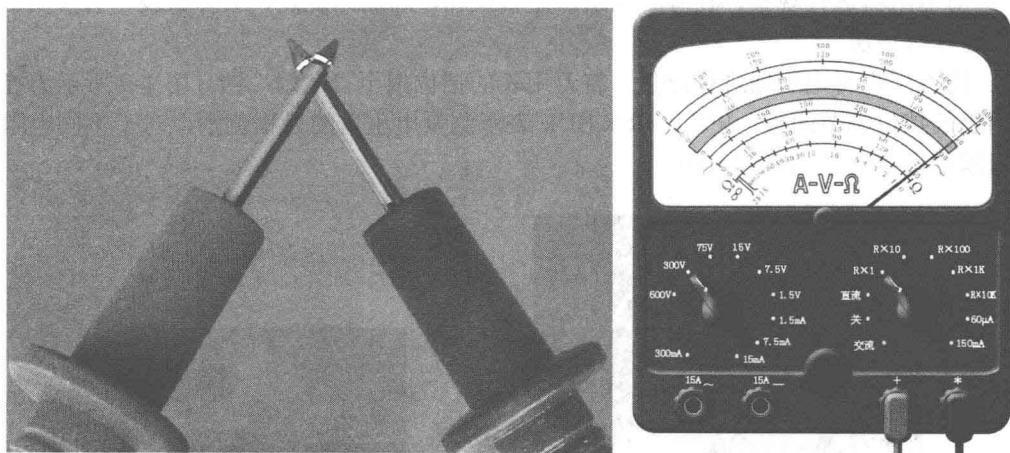

图 1-11 指针式万用表调零 (0Ω) 校正
⑤ 万用表所设置的量程要尽量与电阻器标称值近似,例如,测量标称值为“ $100\ \Omega$ ”的电阻器,则最好使用“200”的量程;若待测电阻器的标称值为“ $60\text{ k}\Omega$ ”,则需要选择“200 k”的量程。总之,所选量程与待测电阻阻值尽可能相对应,这样才能保证测量的准确性。
⑥ 如果使用指针式(模拟)万用表进行检测,在量程设置好后,还需要进行调零校正,将两表笔相接,然后调整表盘下方的调零旋钮,使指针指在 $0\ \Omega$ 刻度处。图 1-11 所示为指针式万用表的调零校正效果。